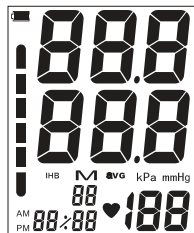

Fig. 2
4. Presione el botón de inicio y alto **START/STOP** para encender la unidad. Ésta parpadeará por un instante indicando que conduce una verificación, Fig 2.